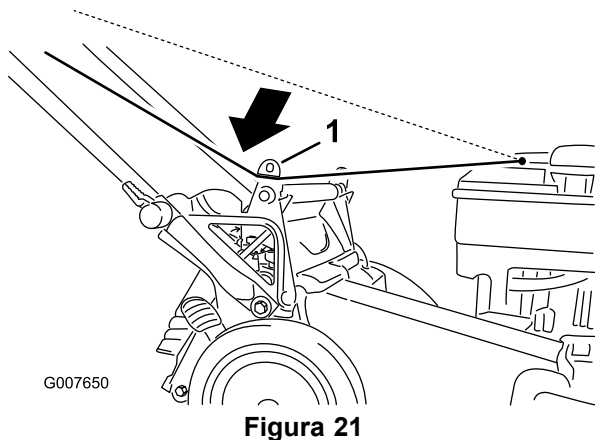

Figura 21
1. Pase la cuerda de arranque alrededor de la guía de cuerda inferior (Figura 21).